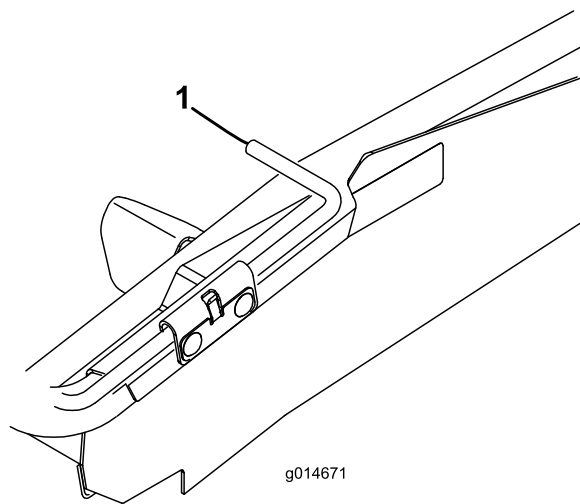
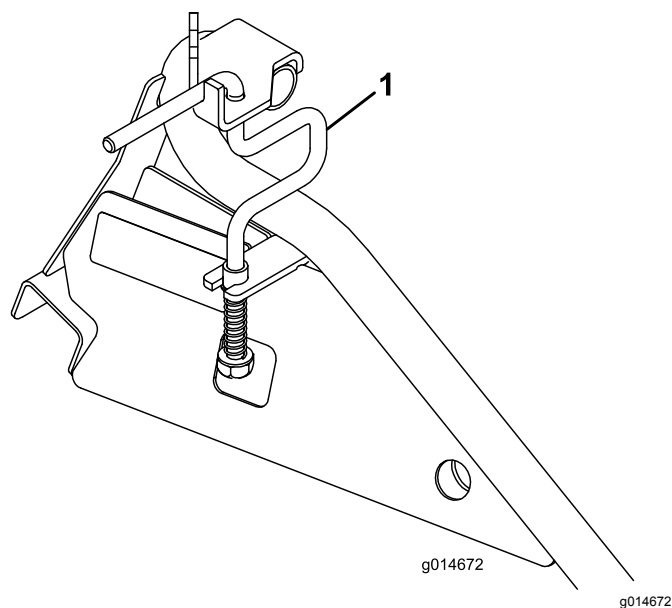

图13
图14
2. 在平板斜面上将车轮杆向上旋转图13至轨道斜面上将车轮杆平行开放转至斜面图14。
- 在平板斜面上、将车轮杆向下旋转至果岭机行车轮上 (图13)。
- 在轨斜面上、提起车轮杆并向下旋转至果岭机行车轮后 (图14)。